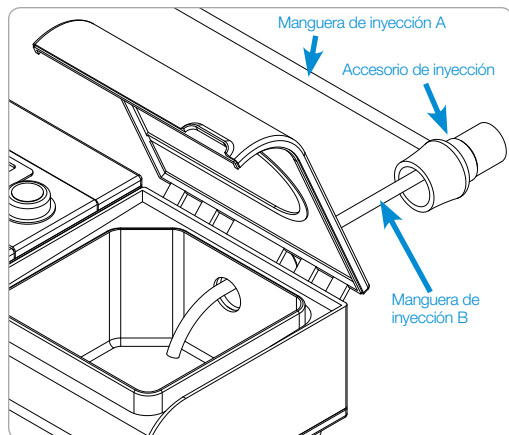

Figura 2. Conectar el accesorio de inyección
1. Coloque el accesorio de inyección en el puerto de su humidificador (donde estaba conectada la manguera de PAP), permitiendo que la manguera de inyección B más pequeña entre en el depósito (figura 2). El extremo del tubo debe colocarse por encima de la placa térmica.